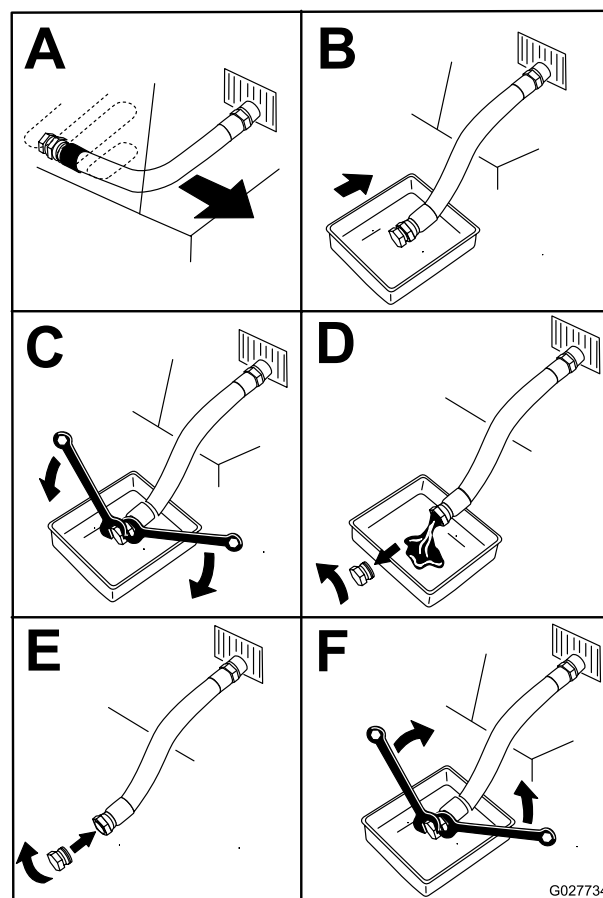

Рисунок 43
5. Слейте масло из двигателя (Рисунок 43).